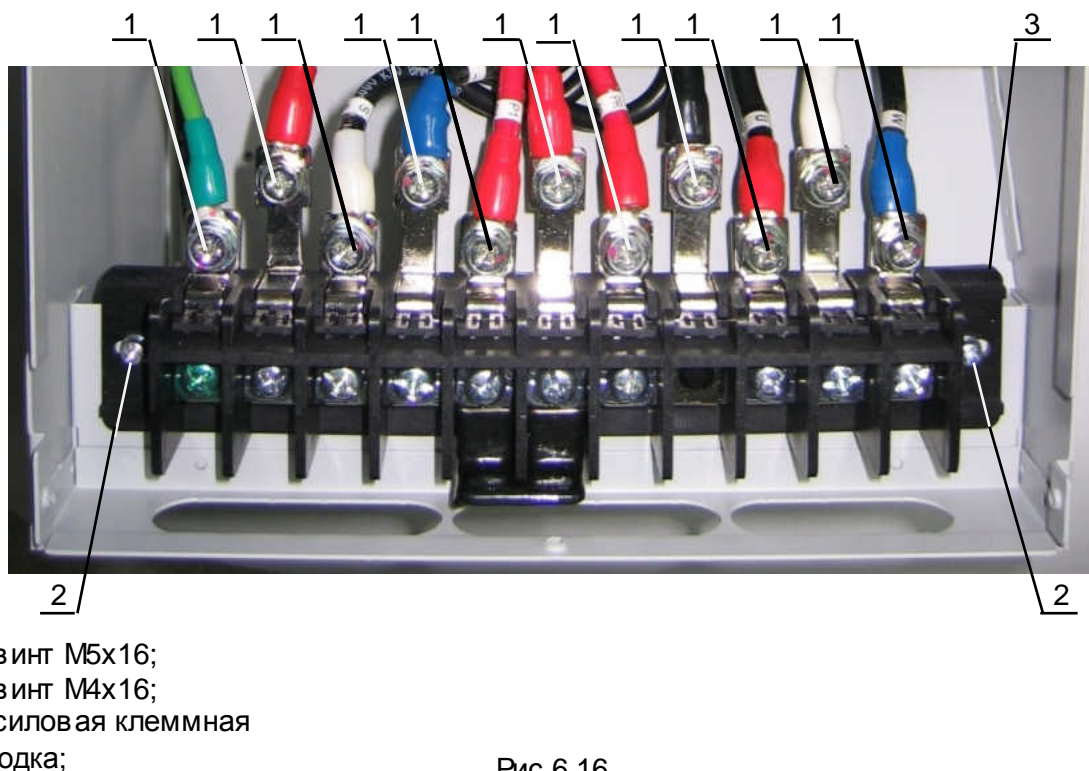

Рис.6.16
6.14.1. Открутить одиннадцать винтов (1) (рис.6.16). Положить винты в тару для крепежа.
6.14.2. Открутить два винта (2) (рис.6.16). Положить винты в тару для крепежа. Извлечь клеммную колодку из корпуса ПЧ и положить её в тару для составных частей.